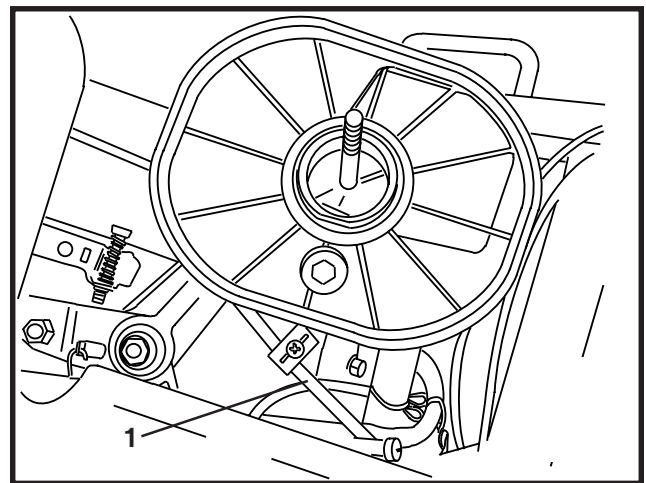

ABBILDUNG 8
15. Den Gaszug mit der in Schritt 9 entfernten doppelten Drahtschelle am Motor befestigen. Abbildung 8.